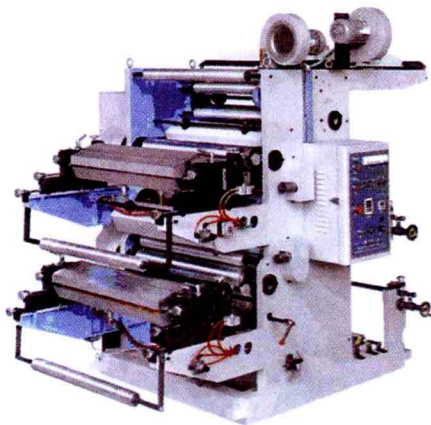

图1-4 双色柔性凸版印刷机
(1) 凸版印刷:指用柔性材料版(一般指树脂版等)印刷,多用于不干胶印刷。图1-4所示为双色柔性凸版印刷机。